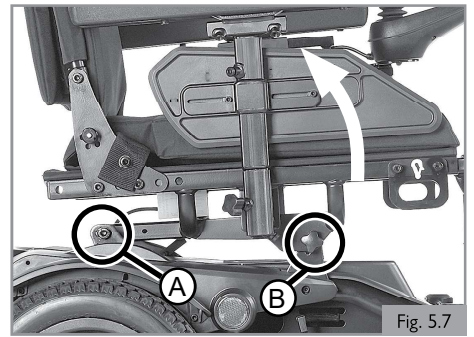

Fig. 5.7
5.5 Inclinaison d'assise fixe (Fig 5.7)